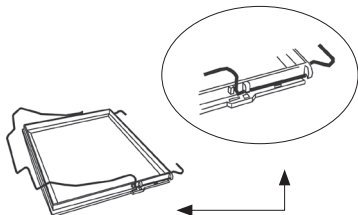

Рис. 2
1. Вставьте металлическую пружину в пазы на несущей рамке, как показано на рис. 2, но только с одной стороны.
2. Вставьте внутреннюю защитную пленку в предназначенное для нее отверстие на внутренней части электрооптического сварочного фильтра, как показано на рис. 2.a, затем вместе с защитной пленкой вставьте фильтр между пружиной и несущей рамкой так, чтобы пружина слегка прижала фильтр (2.b) к рамке. Во избежание попадания соединительного провода под металлическую пружину, при помещении электрооптического фильтра в несущую рамку его необходимо нагнуть вправо.